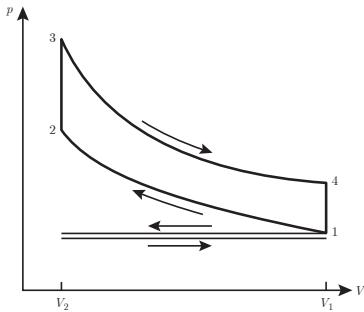
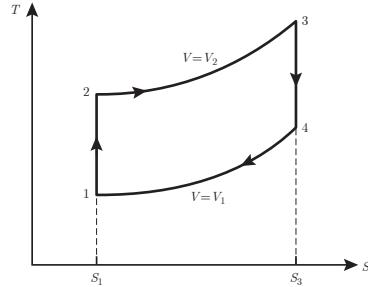

Fig. 7.10 Diagramme (p, V) d'Otto
Fig. 7.11 Diagramme (T, S) d'Otto
- 1) Pour les processus isobares, $p(V) = p_1 = p_2 = \text{cste}$ (fig. 7.10). Pour les processus adiabatiques, d'après la relation (5.90), $p(V) = \text{cste}/V^\gamma$ où $\gamma > 1$ et $\text{cste} = p_1 V_1^\gamma = p_2 V_2^\gamma$ ou $\text{cste} = p_3 V_3^\gamma = p_4 V_4^\gamma$. La pression $p(V)$ est une fonction convexe monotone décroissante de V . Pour les processus isochores, $V = V_2 = V_3 = \text{cste}$ ou $V = V_4 = V_1 = \text{cste}$. Pour les processus adiabatiques, $S = S_1 = S_2 = \text{cste}$ et $S = S_3 = S_4 = \text{cste}$ (fig. 7.11). Pour les processus isochores, d'après la relation (7.20), $T(S) = T_1 \exp((S - S_1)/cNR)$ et $T(S) = T_2 \exp((S - S_2)/cNR)$, qui sont des fonctions monotones croissantes de S .